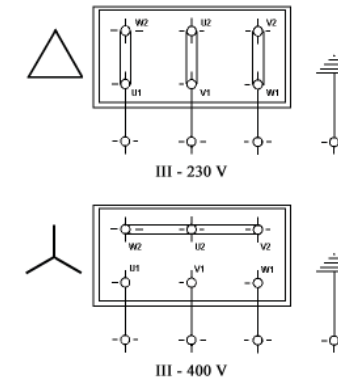

Figura 3: Conexión eléctrica
- Conecte la bomba a la red eléctrica teniendo en cuenta las especificaciones anteriores y el esquema eléctrico de conexión que se facilita a continuación (figura 3) o bien en el interior de la caja de bornes.